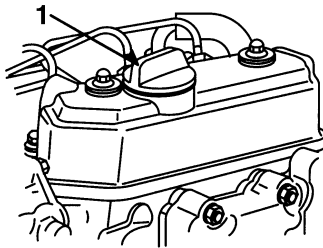

Figure 29
6. Retirer le bouchon de remplissage d'huile (Fig. 29) et remplir le carter d'huile moteur de haute qualité, de classe CD (voir le tableau de viscosité) jusqu'au niveau requis.